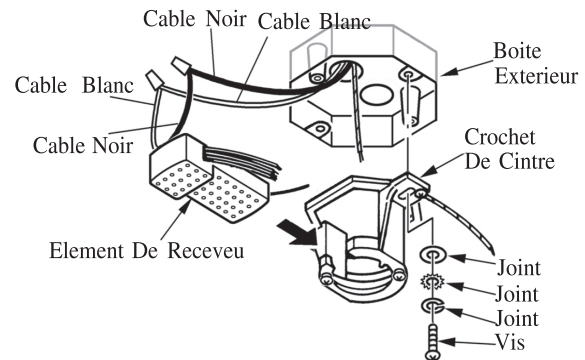

FIG.3
1. Fixez solidement le support de suspension au boîtier de prise de courant à l'aide des rondelles et des vis fournies. Connectez le fil blanc du plafond au fil blanc du récepteur avec un serre-câble. Raccorder le fil noir du plafond au récepteur au fil noir avec écrou (voir fig. 3)